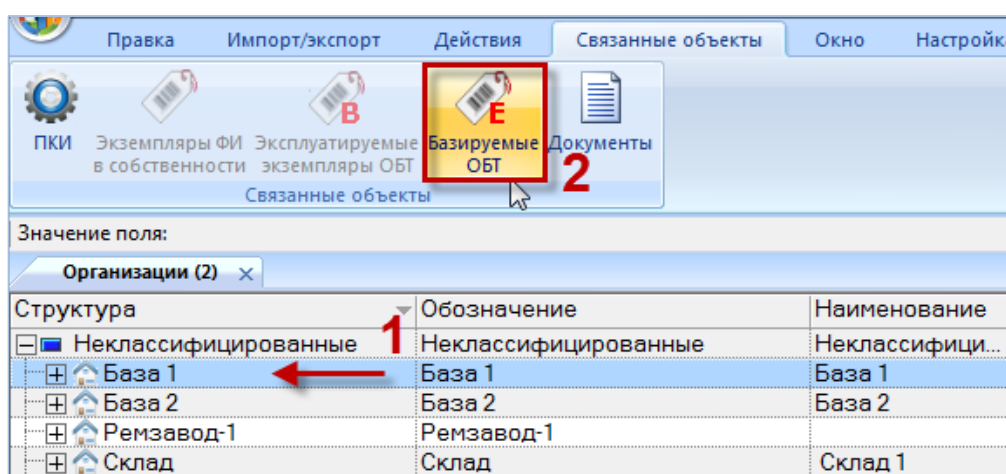

Рис. 22-43 – Открытие окна связанных объектов «Базируемые экземпляры ФИ» для организации
1) Выделить организацию класса «Точка базирования» в рабочем окне «Организации» или в окне связанных объектов «Организации» для экземпляра ФИ (1 на рис. 22-43).
2) Нажать кнопку «Базируемые ОБТ» панели «Связанные объекты» (2 на рис. 22-43).